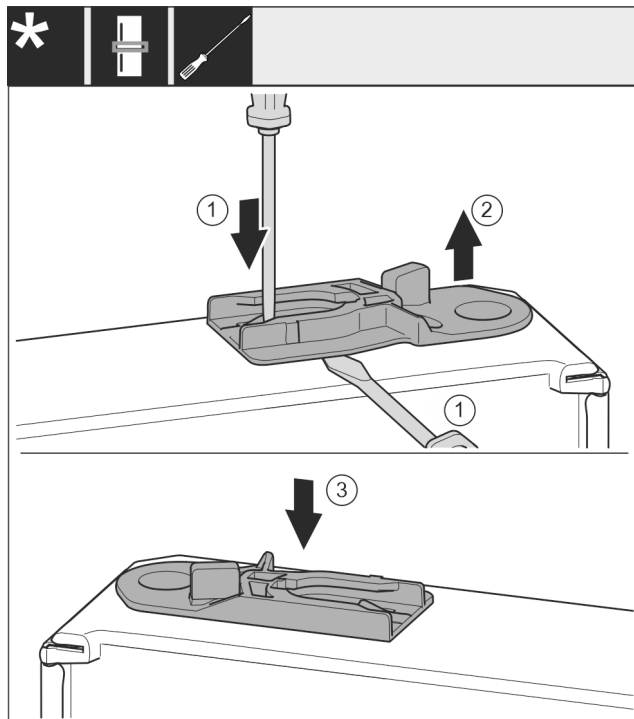

Fig. 51 *
- ▶ Извлеките направляющее гнездо: прижмите накладку Fig. 51 (1) шлицевой отверткой и одновременно переместите ее шлицевой отверткой под направляющее гнездо Fig. 51 (2)*
- ▶ Вставьте входящее в комплект поставки направляющее гнездо Fig. 51 (3) на другой стороне корпуса.*